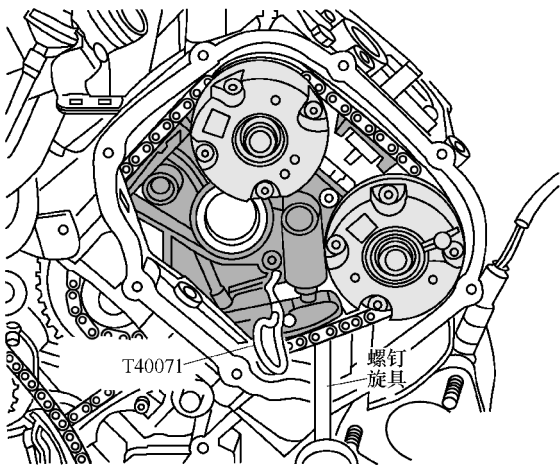

图 1-3-69 用同样的方法操作右侧凸轮轴正时链条张紧器
6) 如图 1-3-69 所示，用同样的方法操作右侧凸轮轴正时链条张紧器。